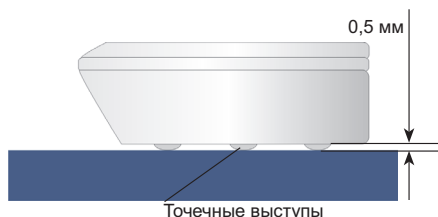

Рис. 9. Установка датчика на пол.
- На полу контактными пластинами вниз. У радиодатчиков предусмотрен конструктивный откос, что позволяет устанавливать его у плинтуса. Точечные выступы на корпусе датчика не позволяют контактными пластинами касаться пола, что предотвращает ложное срабатывание и загрязнение пластин (рис. 9.)